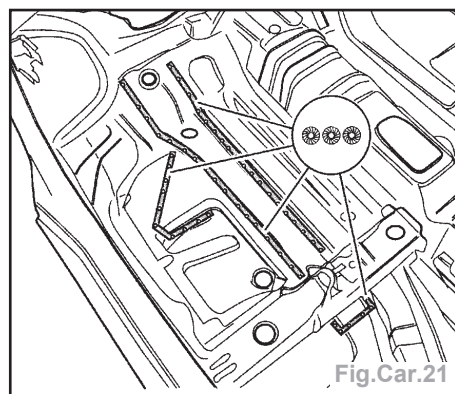

Fig.Car.21
- Souder par points sous atmosphère gazeuse les points d'assemblage montrés sur la figure et ensuite meuler (Fig.Car.21).